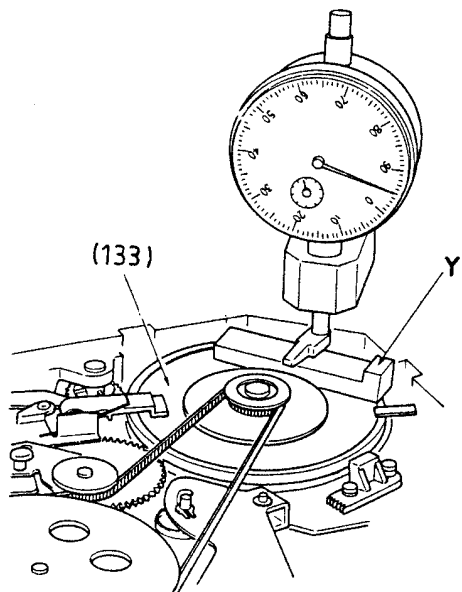

Fig. 23
- Place the Height Gauge "Y" onto the capstan rotor (133) and the Dial Height Gauge as shown in Fig. 23 onto the smooth area on the edge of the mechanics. Set the pointer of the Dial Height Gauge to zero.
- Appoggiare lo spessore "Y" sul rotore (133) ed il misuratore d'altezza sulla meccanica come indicato in fig. 23. Regolare lo strumento a "0".